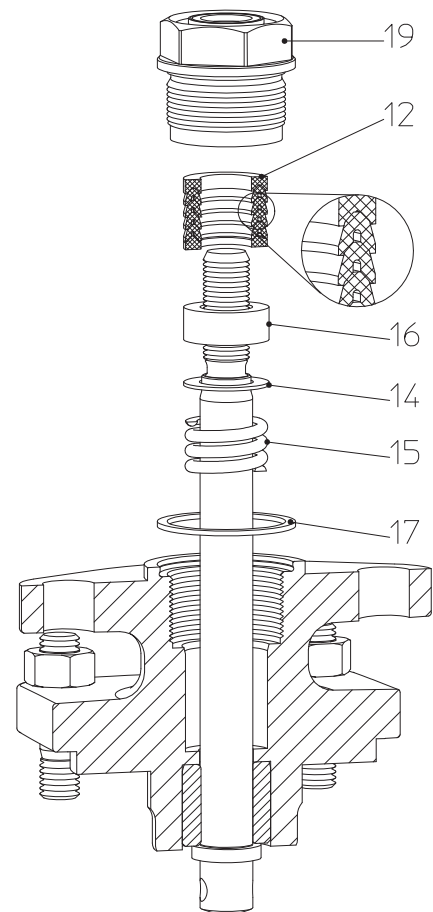

Fig. 4: Garniture d'étanchéité à chevrons
- Lors du remplacement des garnitures forme toit (pos. 12), veiller au bon ordre et à la position correcte de montage des pièces constituantes (voir Fig. 4).
- La garniture d'étanchéité (pos. 17) doit être renouvelée.